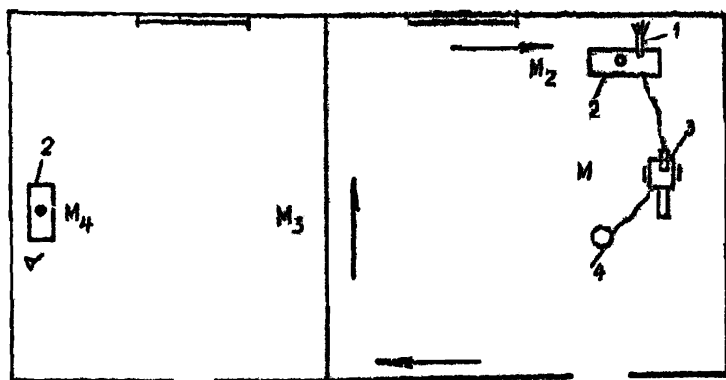

Рис. 7. Организация рабочего места звена
2.23. На рис. 7 показана организация рабочего места при окраске внутренних поверхностей строительных конструкций. Машинист М управляет работой агрегата безвоздушного распыления, производит дозаправку расходной емкости окрасочными составами, перемещает агрегат по фронту работ. Маляр-оператор M_2 с помощью пистолета-распылителя наносит окрашивающий состав на поверхность стоя на полу на универсальных сборно-разборных подмостях.